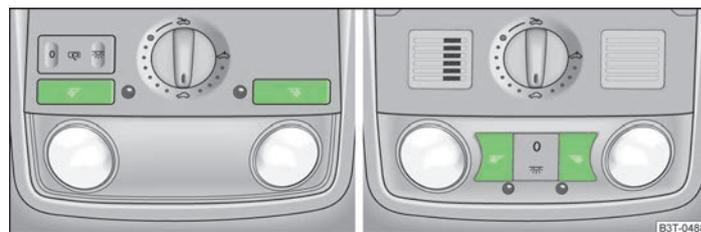

Abb. 38 Leseleuchten
- › Die Schalter  » Abb. 38 drücken, um die Leseleuchten ein- bzw. auszuschalten.